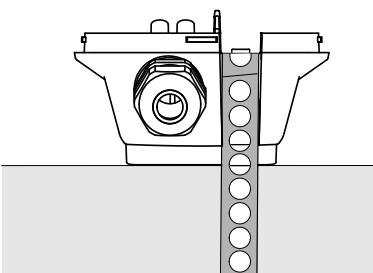

Bild 1 Platzierung
- Platzieren Sie den Fühler gemäß Abbildung *Bild 1* und befestigen Sie ihn mit dem Metallband um das Rohr.